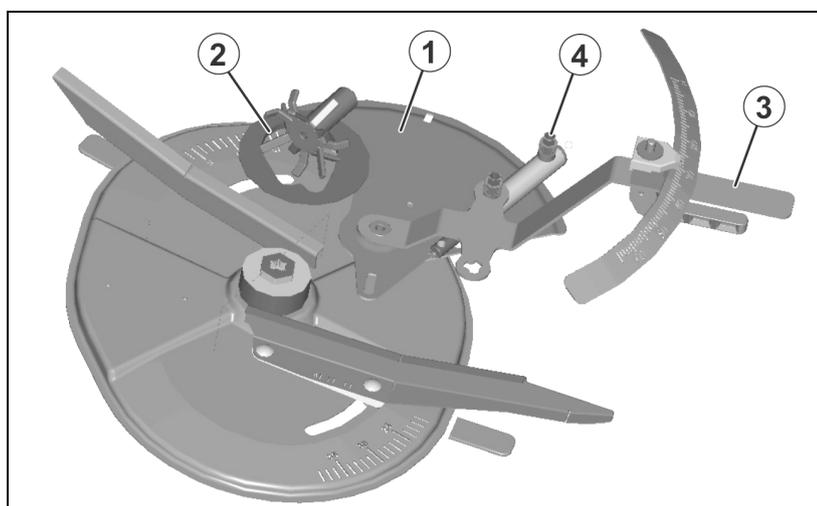

Fig. 16
- **elektronisch** mit dem Bedien-Terminal. Dabei geben die durch Stellmotoren betätigten Dosierschieber (Fig. 16/1) unterschiedliche Öffnungsweiten der Durchlassöffnungen (Fig. 16/2) frei.
- **manuell** über die Stellhebel (Fig. 16/3) durch Einstellen unterschiedlicher Öffnungsweiten der Durchlassöffnungen (Fig. 16/2). Die hierzu jeweils erforderliche Schieberstellung wird entweder nach Angaben der Streutabelle oder mit dem Rechenschieber ermittelt.
Zum Öffnen und Verschließen der Durchlassöffnung wird der Dosierschieber hydraulisch betätigt (Fig. 16/4).